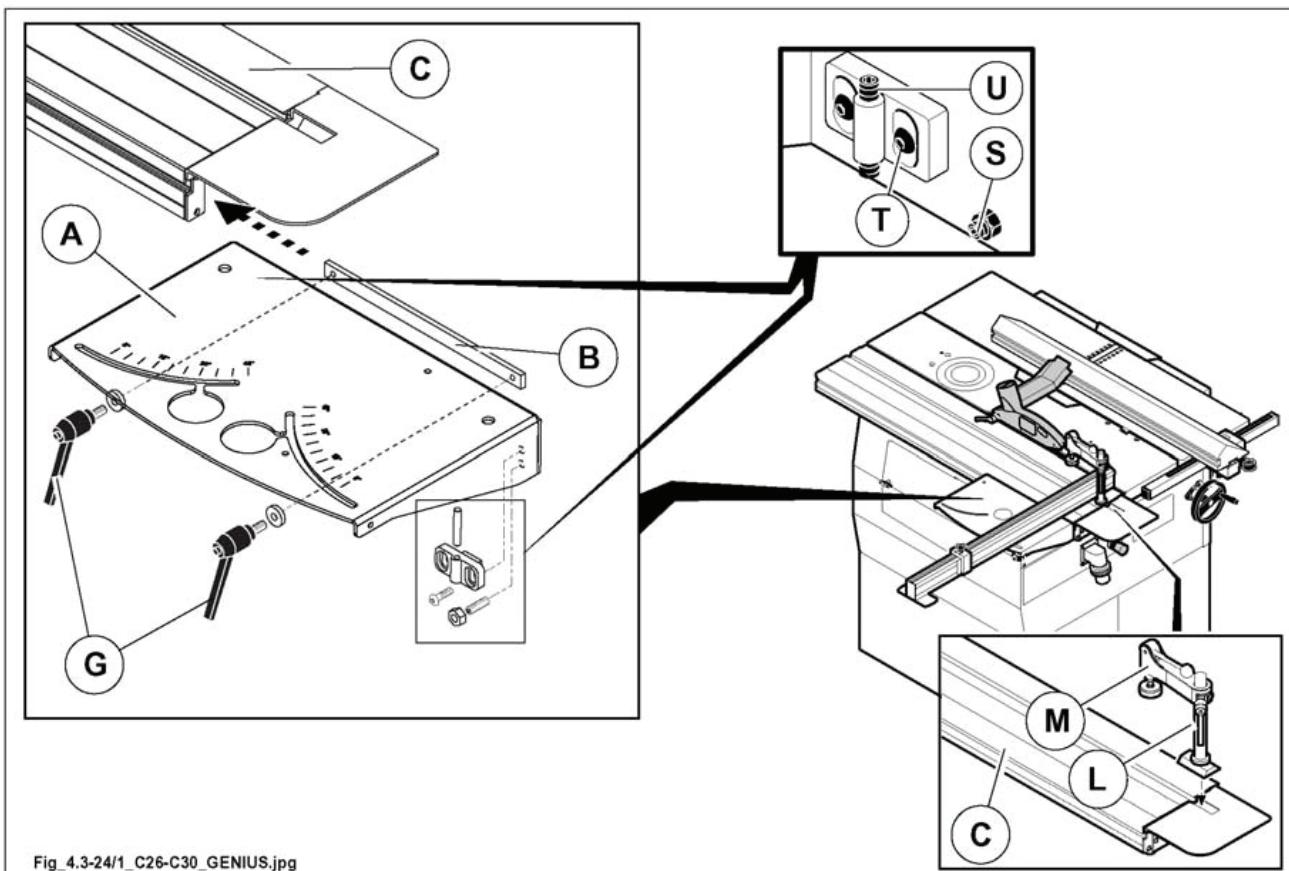

Рис. 4.3-24/1
- 1) Смонтировать столик А (рис. 4.3-24/1), вставив направляющую планку В (рис. 4.3-24/1) в паз каретки С (рис. 4.3-24/1).
- 2) Затянуть фиксаторы G (рис. 4.3-24/1).
- 3) Вставить стойку L (рис. 4.3-24) с прижимом М (рис. 4.3-24) в паз каретки С (рис. 4.3-24) и закрепить ее вращением по часовой стрелке.
- ослабить рычаги G (рис. 4.3-24/1);
- для регулировки параллельности с кареткой использовать винты S (рис. 4.3-24/1);
- для регулировки положения по высоте ослабить винты T (рис. 4.3-24/1) и вращать винты U (рис. 4.3-24/1).
- 1) Вставить опору В (рис. 4.3-24) в паз на каретке А (рис. 4.3-24).
- 2) Установить поворотную консоль G (рис. 4.3-24), как показано на рисунке. Установить раму D (рис. 4.3-24) на опору В (рис. 4.3-24), вставив две направляющие планки Н (рис. 4.3-24) в паз каретки, а винт F (рис. 4.3-24) в отверстие Е (рис. 4.3-24).
**винт (F рис. 4.3-24) должен точно войти в специальное отверстие под рамой (D рис. 4.3-24).**
- 3) Выровнять стол D (рис. 4.3-24), при необходимости используя винт F (рис. 4.3-24).
- 4) Затянуть фиксаторы С (рис. 4.3-24).